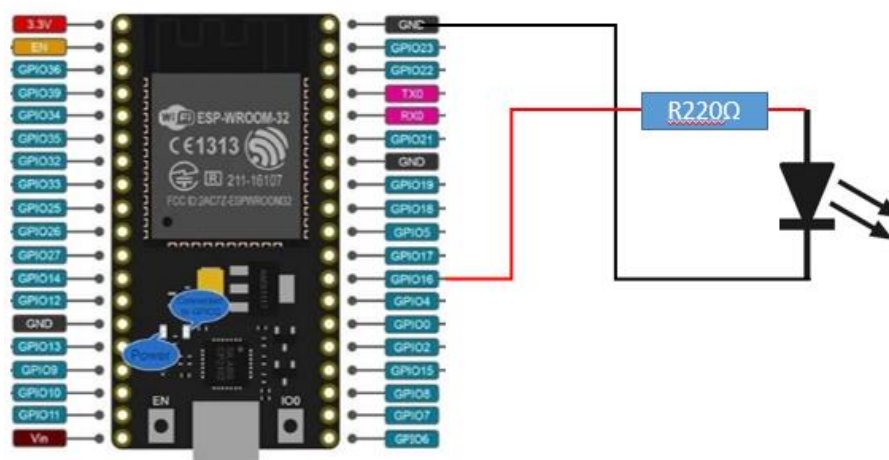

Ilustración 3.2 – Diagrama a implementar
3.1 Implementar el circuito del diagrama que se muestra en la *Ilustración 3.2*